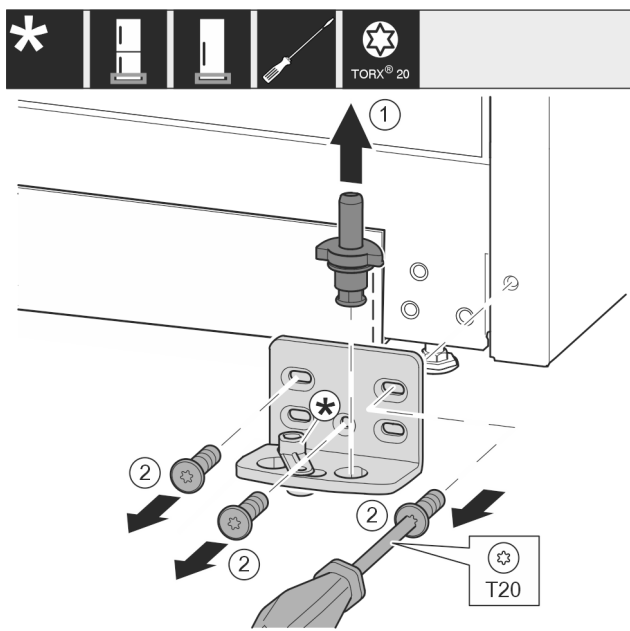

Fig. 13
- Ležajni sornik Fig. 13 (1) v celoti izvlecite v smeri navzgor.
- Odvijte vijake Fig. 13 (2) z izvijačem in snemite ležajni podstavek.